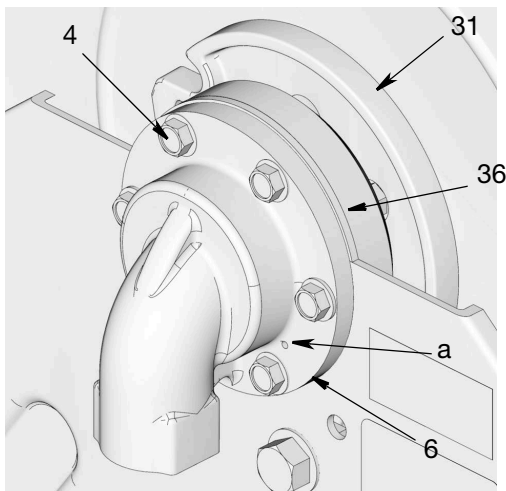

FIG. 20
- L'entrée (6) intègre un orifice de purge (a) qui sert à indiquer une défaillance du joint (FIG. 20).
2. Retirer les six boulons (4) (FIG. 20).